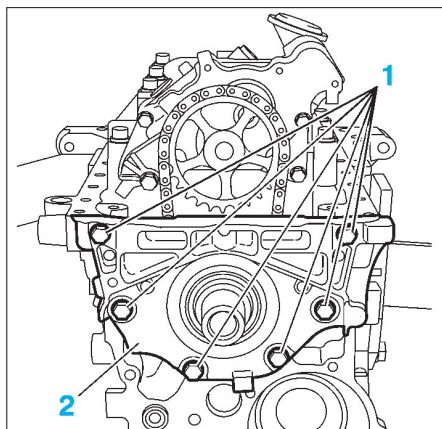

FIG. 34
- les vis (1) de la plaque d'étanchéité (2) (Fig.34).